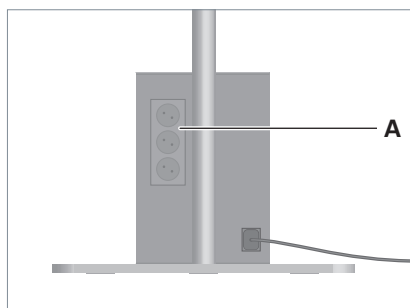

Fig. 11: Collegare i dispositivi.
- Innestare le spine dei dispositivi nella presa multipla **A** dell'unità di alimentazione, vedi Fig. 11.